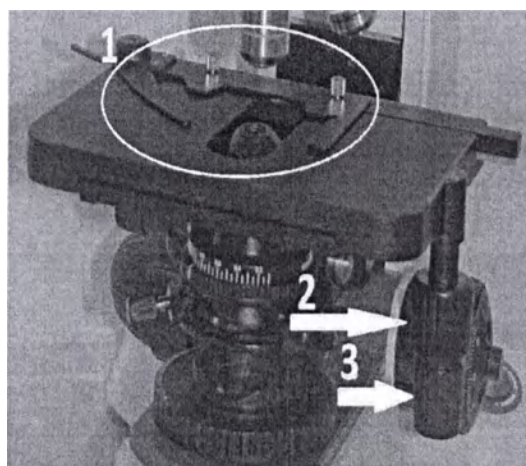

Рис. 9
Препарат может перемещаться по столику по осям X и Y поворотом двух эргономичных коаксиальных винтов, расположенных под столиком, см. рис.9. Поворачивая винт (2) столик перемещается влево и вправо, поворачивая винт (3) столик перемещается вперед и назад. Столик снабжен градуированным держателем препаратов (1). Устанавливайте ваши препараты в эти зажимы осторожно, избегая повреждения покровного стекла.